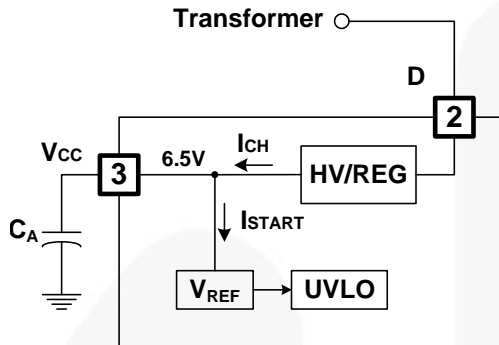
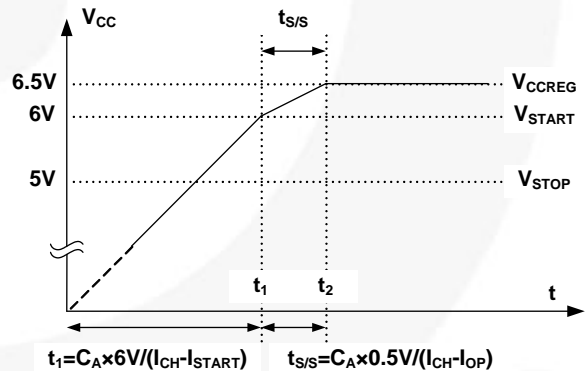

图 15. 启动框图
图 20. 软启动功能
**1. 启动和  $V_{CC}$  调节:** 在启动时, 内部高压电流源提供内部偏压并对连接到  $V_{CC}$  引脚的外部电容 ( $C_A$ ) 充电, 如图 15 所示。引脚 D 和  $V_{CC}$  之间的内部高压调节器 (HV/REG) 将  $V_{CC}$  调节为 6.5V, 并提供工作电流。因此, FSQ500L 不需要辅助偏置绕组。
**4. 软启动:** 软启动时间由外部  $V_{CC}$  电容器 ( $C_A$ ) 调节, 它在启动后缓慢增大 PWM 比较器同相输入电压以及 senseFET 电流。在  $V_{CC}$  达到  $V_{START}$  之前,  $C_A$  由电流  $I_{CH} - I_{START}$  充电, 其中  $I_{CH}$  和  $I_{START}$  如图 15 所示。在  $V_{CC}$  达到  $V_{START}$  之后, 所有内部模块都被激活, 从而保证 IC 内部消耗的电流变为  $I_{OP}$ 。因此,  $C_A$  由电流  $I_{CH} - I_{OP}$  充电, 使得  $V_{CC}$  的上升斜率变缓。  $V_{CC}$  负向相向 6.0V (在图 2 中的软启动模块中进行), 然后  $V_{CC} - 6.0V$  成为 PWM 比较器其中一个输入端子的输入电压。由于 PWM 比较器的低电平起主导作用特性, 漏极电流跟随  $V_{CC} - 6.0V$ , 而不是  $V_{FB}^*$ 。通过选择  $C_A$  可以控制软启动时间的长短, 如图 20 所示。在  $t_{S/S}$  期间,  $I_{DELAY}$  被禁用, 以避免不必要的过载保护 (OLP)。通常, 采用  $27\mu F$  的  $C_A$  时,  $t_{S/S}$  约为 4.6 ms。